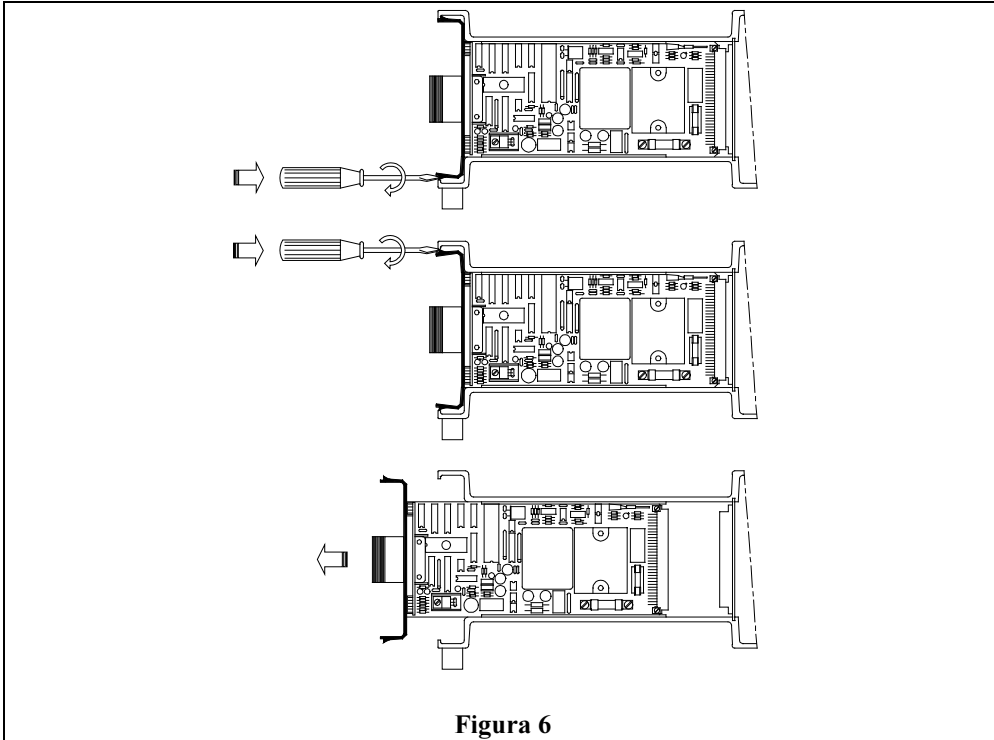

Figura 6
2. Insertar un destornillador plano en la ranura al centro del borde inferior del panel (vea Figura 6, pgina 19); el destornillador debe ser por lo menos de 6mm.